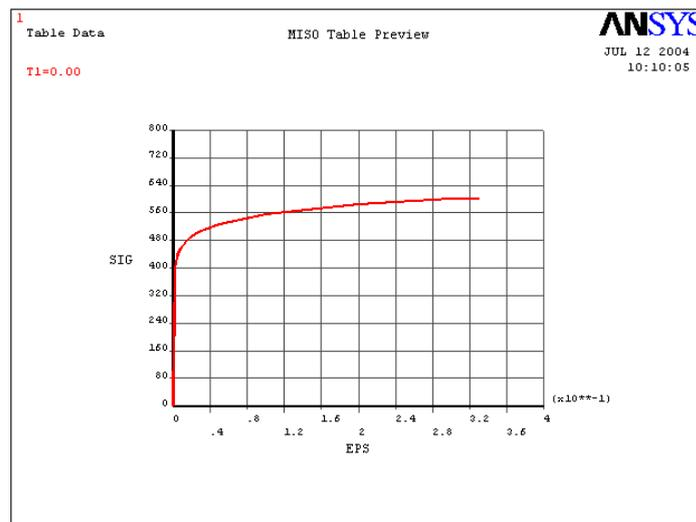

图9.35 应力-应变曲线图示
(6) 单击对话框中的【Graph】按钮，则一个完整的应力-应变关系曲线出现在 ANSYS 图形窗口中，如图 9.35 所示。